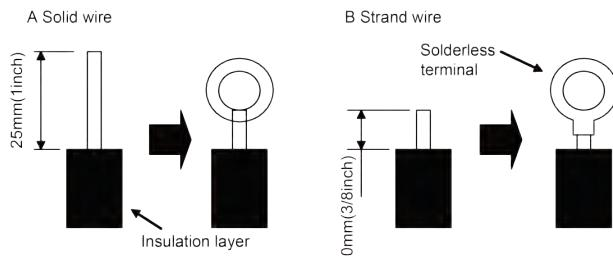

Fig. 4.35
- (1) For solid core wiring (Fig. 4.35)
- (2) For strand wiring (Fig. 4.35)